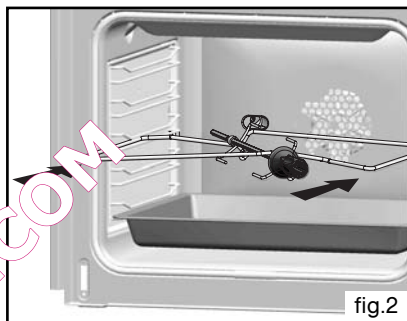

fig.2
• placez la broche sur son berceau (fig.2).